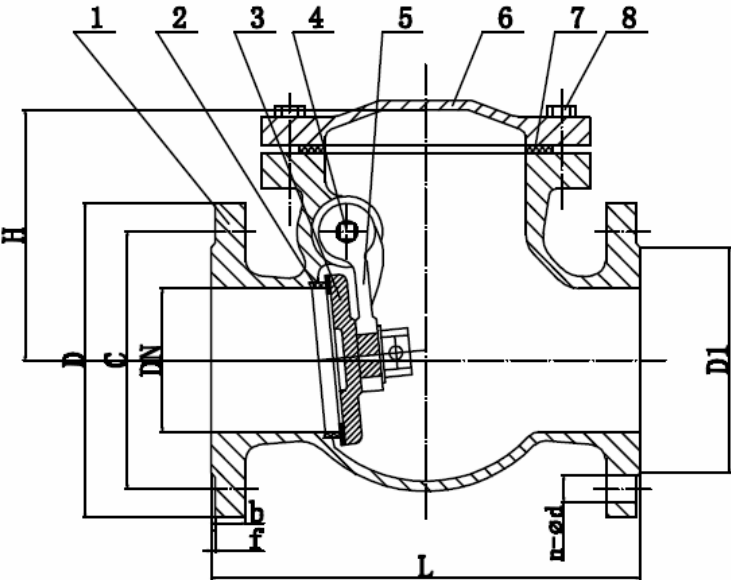

Рис.1 Клапан обратный поворотный фланцевый.
Таблица №2. Спецификация материалов обратных клапанов (Рис.1)
Таблица №3. Габаритные размеры обратных клапанов в мм Рис.1.
- 3.1. Основные элементы конструкции обратного клапана приведены в табл. №2 и на рис. 1.